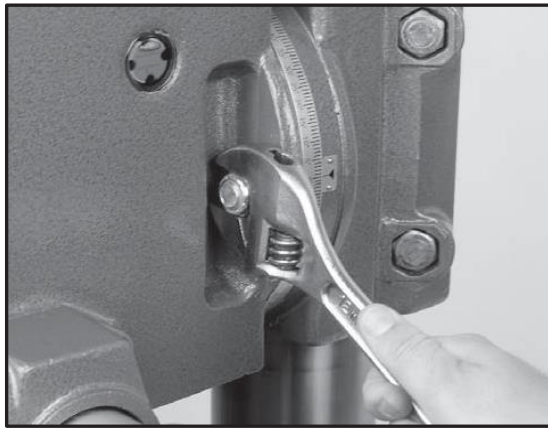

Рис. 11
1. Ослабить стопорные гайки с обеих сторон фрезерной головки. См. Рис. 11.